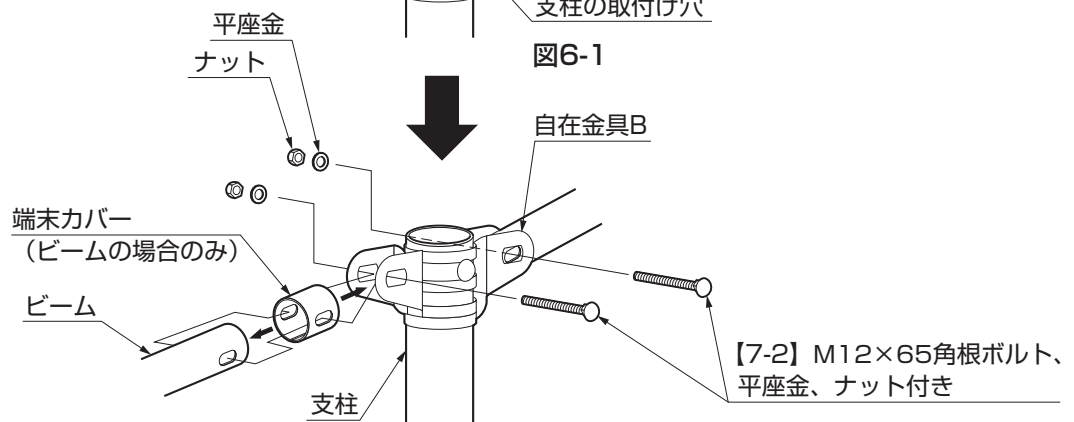

図6-2
③末端カバーをビーム端部にはめてください。(図6-2参照)
④自在金具にビームを【7-2】で固定してください。
⑤ビームを取付けた後、自在金具を【7-1】で締め付け固定してください。